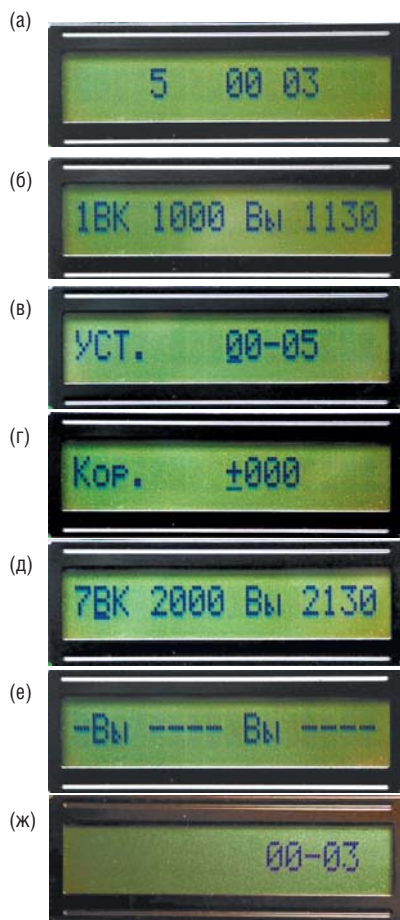

Рис. 5. Индикация таймера в различных режимах
Изменение режима индикации выполняют нажатием и отпусканием кнопки «Режим». Таймер имеет следующие режимы индикации (рис. 5):
- индикация текущего времени и включённых выходов (см. рис. 5а);
- индикация в режиме просмотра (см. рис. 5б);
- установка часов (см. рис. 5в);
- установка коррекции (см. рис. 5г);
• установка выходов (см. рис. 5д).
В режиме индикации текущего времени показания часов и минут разделены чертой, мигающей с периодом, равным одной секунде. Слева от показаний часов высвечивается номер включённого в данный момент выхода (на рис. 5а это выход 5). В этом режиме МК реагирует только на нажатие кнопки «Режим».
В режиме просмотра записанных в память установок МК реагирует на кнопки «Установка» и «Поиск/Сброс». При нажатии и отпускании кнопки «Установка» изменяется значение крайнего левого разряда, высвечивающего номер выхода, по которому будет вестись поиск (на рис. 5б это выход 1). Нажимают кнопку «Поиск/Сброс», и на индикаторе появляется следующая установка для данного выхода. Если после нажатия кнопки «Поиск/Сброс» индикация не изменилась, это может означать, что установка для данного выхода только одна или вся память просмотрена, и просмотр начинается с нулевого адреса. Если для данного выхода нет установок, то во всех разрядах высветятся прочерки (см. рис. 5е).
ных выходов. Так как число выходов увеличено до 9, индикация текущего времени смещена вправо на два знака для того, чтобы вместить индикацию выходов (см. рис. 5ж).